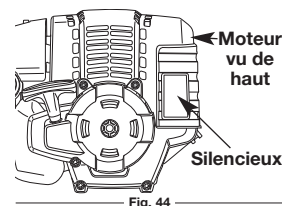

Fig. 44
2. Déposez le couvercle du moteur (Fig. 44).